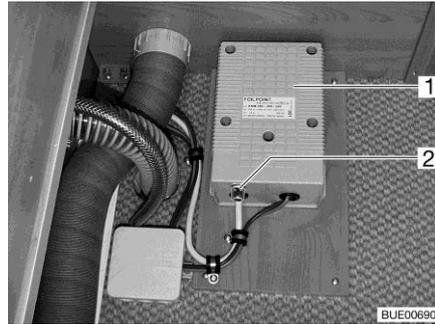

Fig. 223 Transformador para calentamiento eléctrico del piso
Cuando se sobrecarga el transformador (Fig. 223,1), se activa la protección contra sobrecargas. El perno (Fig. 223,2) salta hacia fuera.
- Hundir el perno (Fig. 223,2) en la protección contra sobrecargas cuando se haya enfriado el transformador.